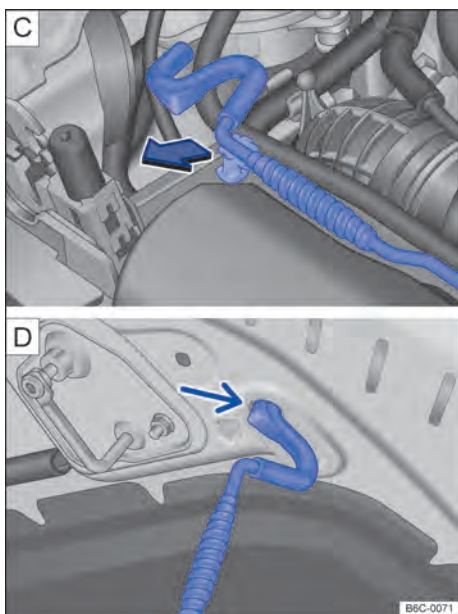

Fig. 151 **C** Haste de sustentação da tampa do compartimento do motor. **D** Tampa do compartimento do motor apoiada na haste de sustentação.
- Retirar a haste de sustentação do suporte no sentido da seta → Fig. 151 **C** e posicioná-la na abertura na tampa do compartimento do motor → Fig. 151 **D**.
- Retirar a haste de sustentação do furo → Fig. 151 **D** e encaixá-la no suporte do fecho → Fig. 151 **C**.